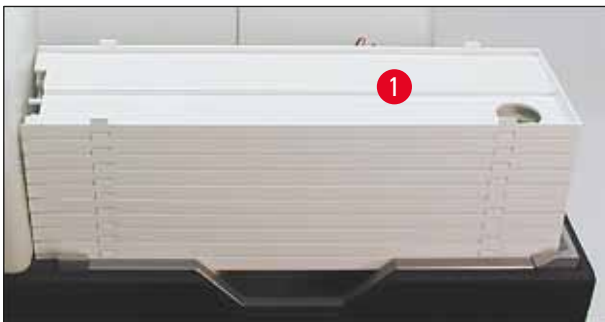

Fig. 42
1. Coloque uma pilha de bandejas (→ "Fig. 42-1") na mesa de elevação da estação de descarga (→ "Fig. 42").